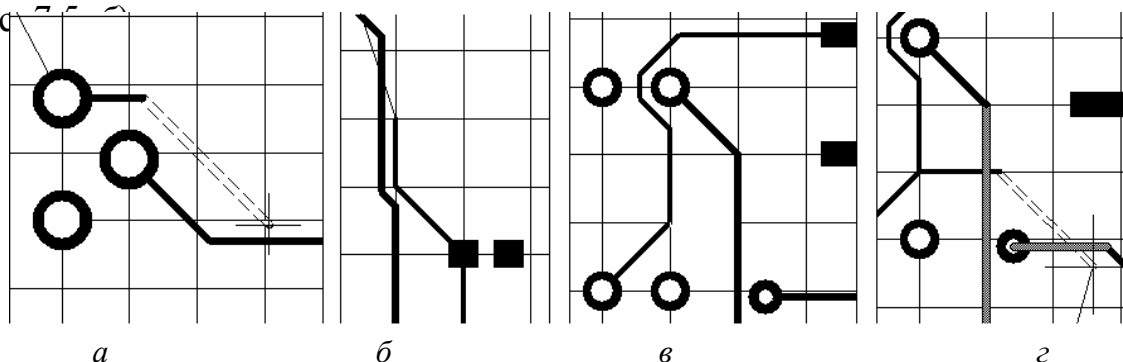

Рис. 7.5
1. Stop at First Conflicting Object – остановиться у первого конфликтующего объекта. Этот способ установлен в настройках правил по умолчанию и называется в англоязычной лексике САПР slam'n'jam – “захлопываться и сжиматься”. Печатный проводник останавливается перед препятствием – проводником или контактной площадкой, принадлежащими другой цепи, с соблюдением зазора, установленного правилами (рис. 7.5, а).
2. Push Conflicting Objects – расталкивать конфликтующие объекты. Этот вариант разрешения конфликтов называется push'n'shove – “отталкивать и пробиваться”. Он доступен только в стандартной интерактивной трассировке. Мешающие проводники деформируются так, чтобы обеспечивался установленный правилами зазор между ними и новой трассой (рис. 7.5, а).
3. Walkaround Objects – обходить вокруг объектов, мешающих трассе (рис. 7.5, в). Данный вариант разрешения конфликтов доступен только в “острой”
4. Ignore Obstacles – игнорировать препятствия. Нарушения правил отмечаются цветовой подсветкой, но новая трасса может быть проведена поверх препятствий (рис. 7.5, з).